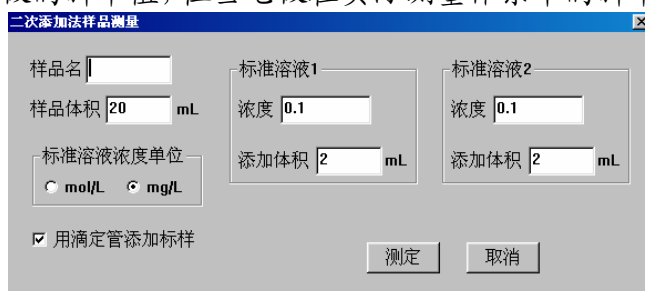

图 8
(1) 输入操作者姓名、测量设置与分子量及转换系数和是否求百分含量的操作同【两点校正法】中的(1)、(2)、(4)。
(2) 单击工具栏中“▶”(开始测量), 如图 8 提示→输入样品号→样品体积→标液浓度单位→是否自动添加标准溶液→输入标准溶液 1 的浓度与体积、标准溶液 2 的浓度与体积→单击【测定】→确认测量设置是否正确→提示将电极插入溶液中, 待电位稳定后, 采集电位。自动或手工添加第一个标准溶液, 待电位稳定后采集电位→自动或手工添加第二个标准溶液, 待电位稳定后采集电位→然后自动算出样品溶液的浓度。